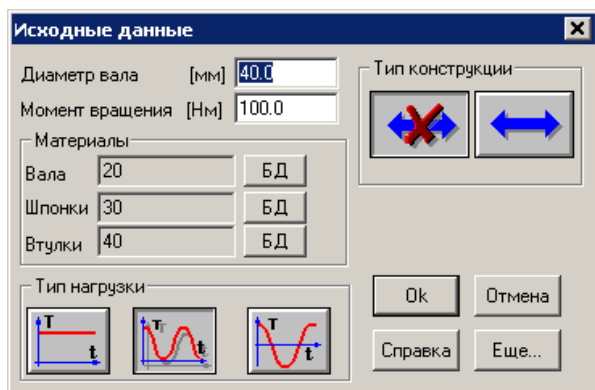
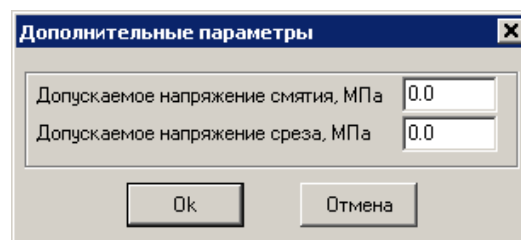

Рис. 5.3. Пример диалогового окна
Рис. 5.4. Пример диалогового окна ДОПОЛНИТЕЛЬНЫЕ ПАРАМЕТРЫ.
2) **Ввод исходных данных, необходимых для расчета.** Для ввода данных необходимых для расчёта конкретного типа соединения служит команда **Данные**. По этой команде на экран выводится диалоговое окно **ИСХОДНЫЕ ДАННЫЕ** (рис. 5.3). Представленные на данном диалоговом окне исходные данные являются обязательными для ввода. Введение дополнительных параметров осуществляется после нажатия на кнопку **Еще...** в соответствующем диалоговом окне (рис. 5.4). При этом пользователю предоставляется дополнительно ввести допускаемые напряжения, если это необходимо. По умолчанию величина допускаемого напряжения смятия с учетом коэффициента запаса определяется пределом текучести и зависит от вида приложенной нагрузки и характеристик материалов контактирующих деталей [1].